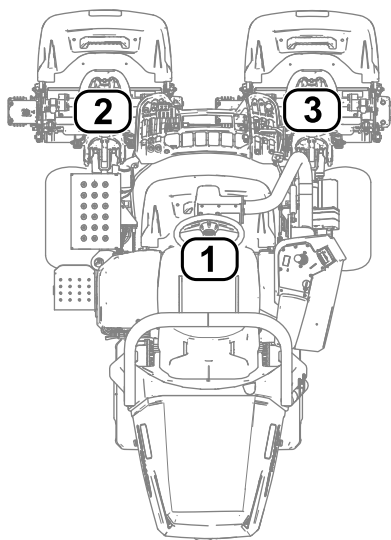

Figura 33
- **1** se refiere a la unidad de corte central (Figura 33)
- **2** se refiere a la unidad de corte delantera izquierda (Figura 33)
- **3** se refiere a la unidad de corte delantera derecha (Figura 33)